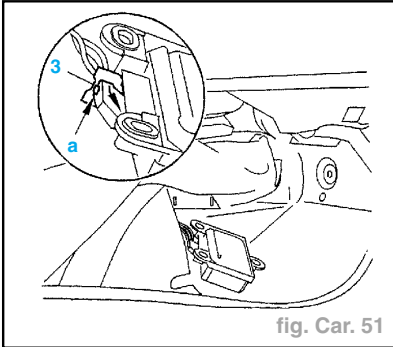

fig. Car. 51
- Pour déconnecter le boîtier électronique de déclenchement centralisé, effectuer les opérations suivantes (fig. Car. 51) :
- basculer le levier de verrouillage (3) (suivant flèche).